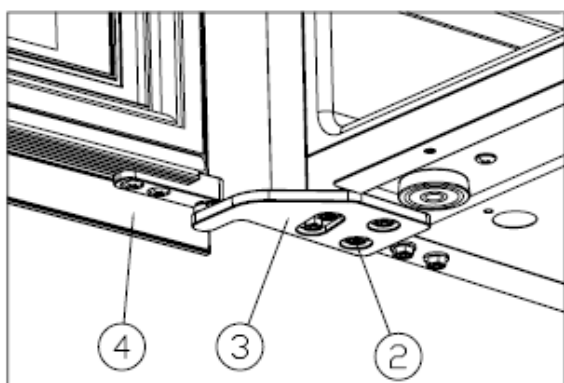

Figura 5
✧ Instale a dobradiça superior direita ③ e aperte os parafusos M5\*16 ②. [Figura 5]